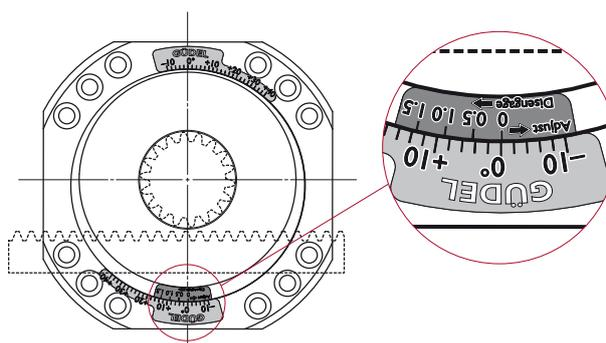

Bild 1: Montageposition 0°
2. Einbau des Getriebes in Montageposition 0° (Bild 1)